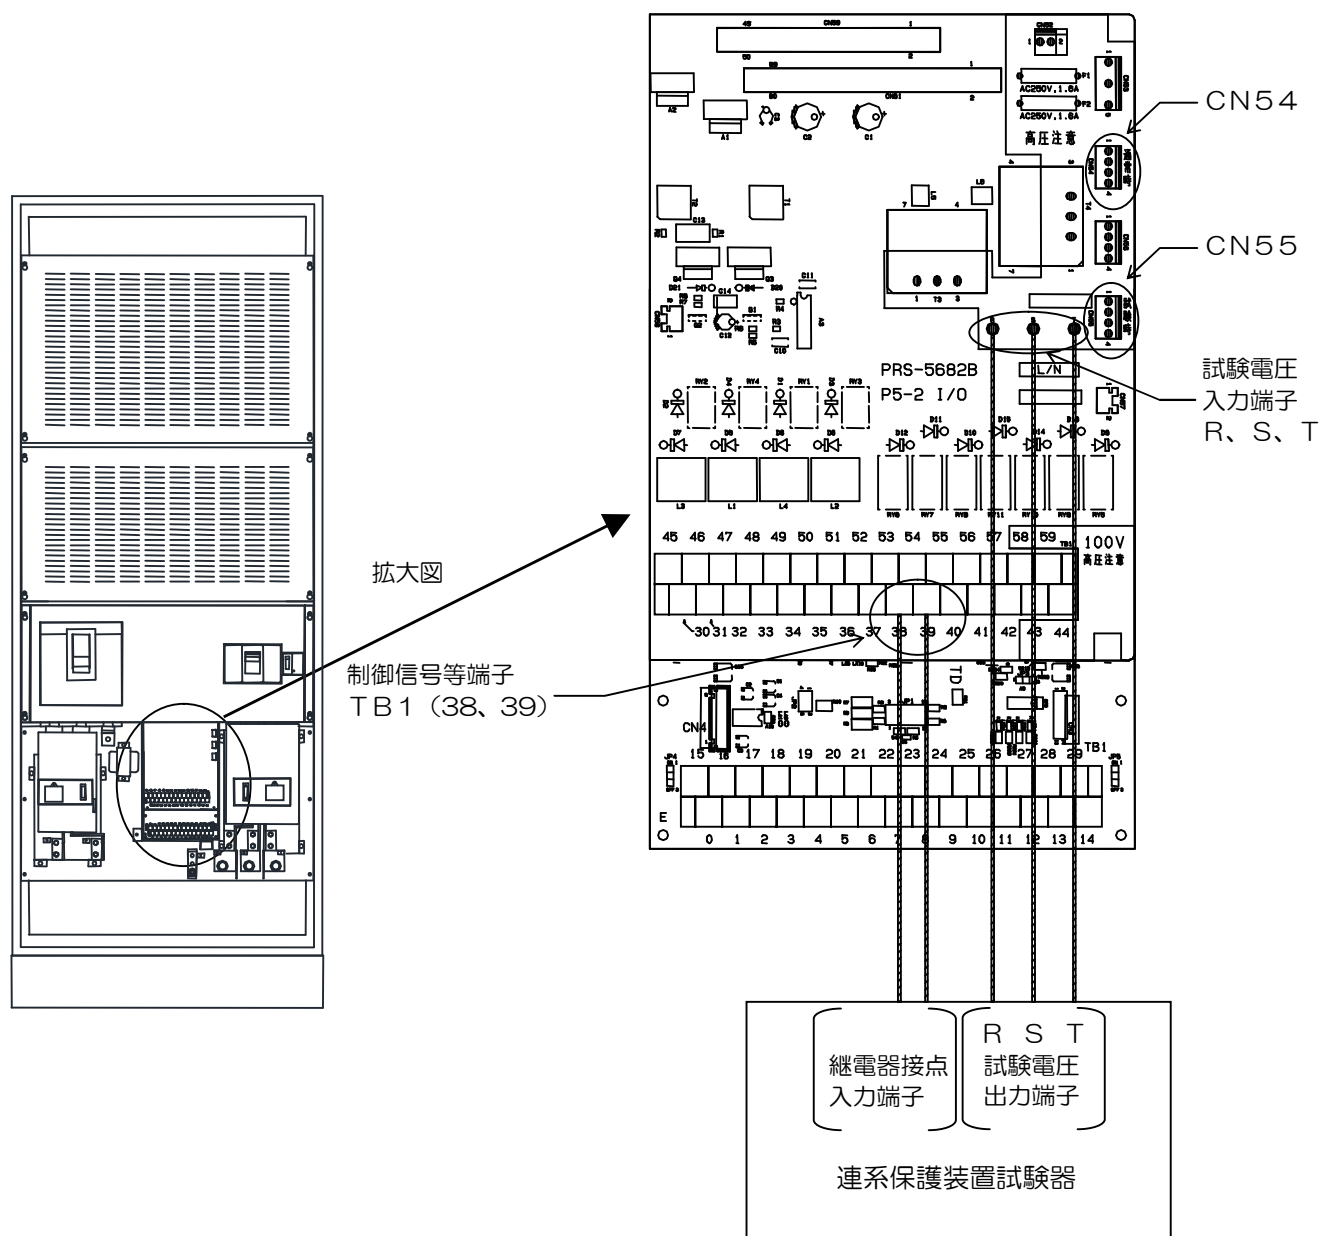

図11.2 コネクタの差し替えと連系保護装置試験器の接続
- ⑦コネクタCN54（通常時）（P5-2プリント基板上）に接続されているコネクタを外し、CN55（試験時）（P5-2プリント基板上）に差し替えてください（図11.2参照）。
- ⑧連系保護装置試験器の試験電圧出力（R、S、T）をパワーコンディショナの試験端子R、S、T（P5-2プリント基板上）と接続してください。また、継電器接点入力端子を制御信号等端子の38、39にそれぞれ接続してください。
- ⑨「太陽電池入力遮断器」（MCCB51）をONしてください。この時タッチパネルに“しばらくお待ちください”と表示された後、“メニュー”画面が表示されることを確認してください。
- ⑩連系保護機能試験用端子の定格電圧・電流を表11.1に示します。